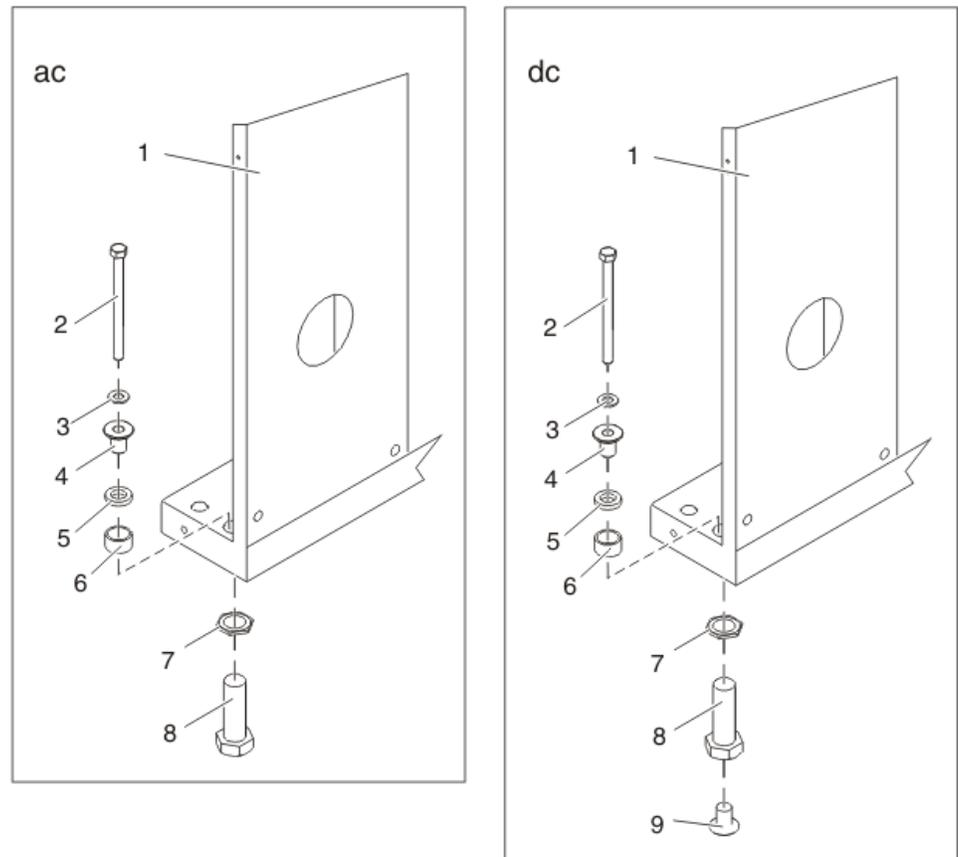

Figura 12. Hardware aparafusado do bastidor
4. Localize o conjunto de instalação do hardware e as duas placas de instalação. Consulte Figura 12 na página 17 quando rever o conteúdo do conjunto de instalação do hardware. O conjunto de instalação de hardware é composto pelos seguintes itens: